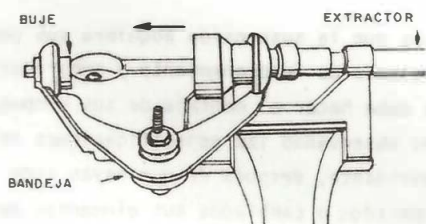

Fig. 4
PASO 15: Saque los bujes y pasadores de brazos (tijeras) (fig. 4).